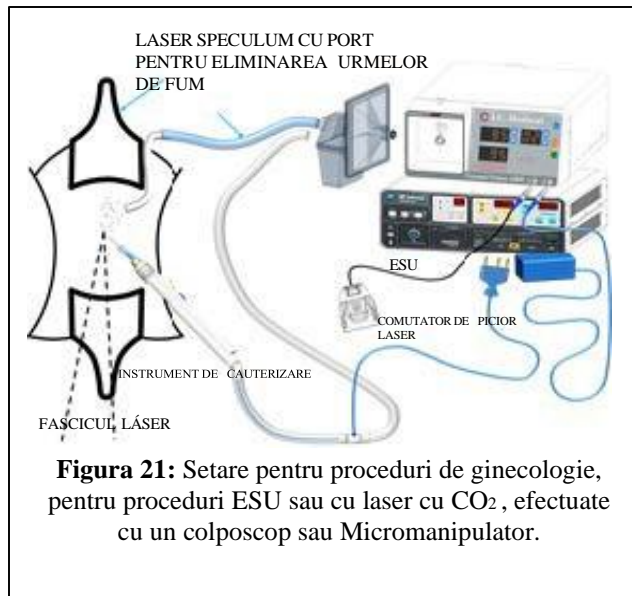

Figura 21: Setare pentru proceduri de ginecologie, pentru proceduri ESU sau cu laser cu CO₂, efectuate cu un colposcop sau Micromanipulator.
3. Pentru setare, consultați Figura 21.